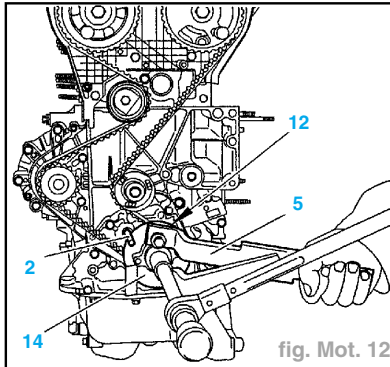

fig. Mot. 12
- Poser l'outil (2).
- Lorsque la repose de l'outil (2) est possible, poursuivre les opérations de repose.
Impératif : En cas d'impossibilité de repose de l'outil (2), repositionner le flasque (14) (fig. Mot. 12).
• immobiliser le vilebrequin à l'aide de l'outil (5) (réf. Citroën 6310 T) (fig. Mot. 12),
• desserrer la vis (13) de façon à libérer le pignon (12) du vilebrequin,
• amener le flasque (14) au point de pigeage ; à l'aide de l'outil (5),
• poser l'outil (2),
• immobiliser le vilebrequin à l'aide de l'outil (5),
• serrer la vis (13) à 4 daN.m, puis effectuer un serrage angulaire de 53° à l'aide de l'outil (4) (adaptateur pour serrage angulaire, réf. Citroën 4069 T),
• déposer les outils (1), (2) et (5).